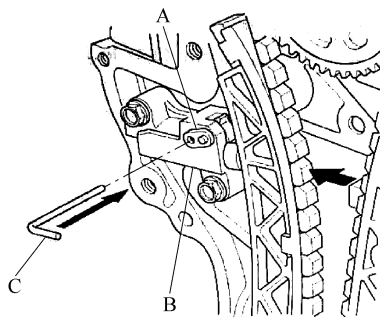

图 2-103 用销插入自动张紧器
15) 将锁定装置(A)和自动张紧器(B)上的也对齐, 然后将直径为1.0mm的销插入孔内。顺时针方向转动曲轴, 以紧固销, 如图2-103所示。